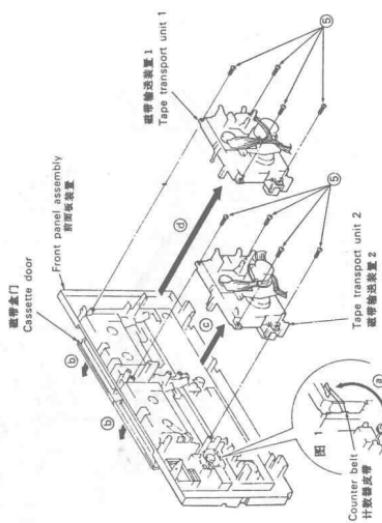

图 3-3
8. 打开磁带盒的门(见图 3-3)。
9. 拆去 4 只小的螺丝⑥。
①REC 指示灯